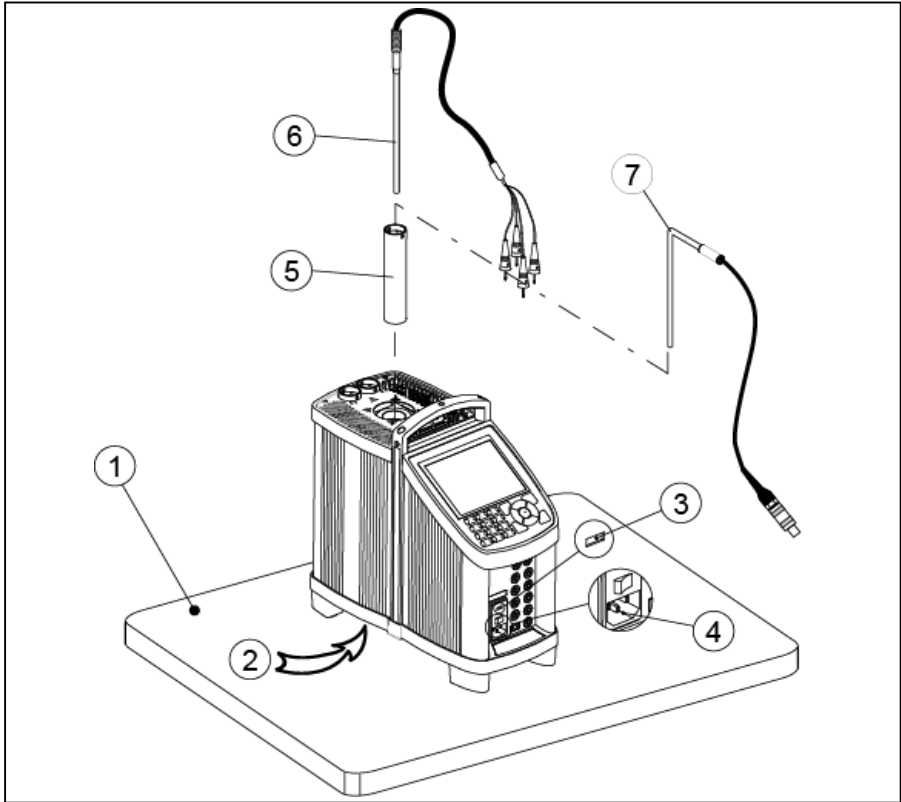

Abb. 1a – Dieses Bild zeigt das RTC-Modell
Befolgen Sie vor Gebrauch des Kalibrators die nachfolgenden Anweisungen (vgl. Abb. 1a).
6. Setzen Sie den Sensor (Pos. 6) und den Referenzsensor, falls vorhanden (Pos. 7), in das Einsatzrohr (Pos. 5), wie in Abb. 1a gezeigt.